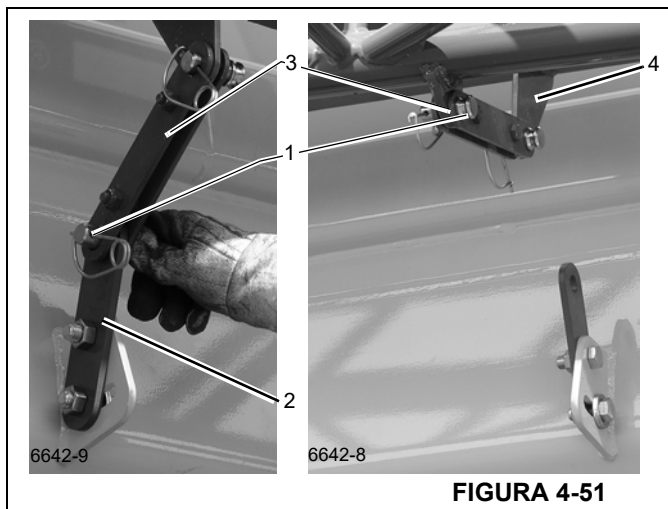

FIGURA 4-51
14. Se a seção de 23 pés (7 m) de duas seções não foi usada, remova o pino (1, Figura 4-51) da barra de travamento da seção da base (2). Mova a barra de travamento (3, Figura 4-51) para a seção de 23 pés (7 m) (4) e instale o pino (1). Fixe com o pino de retenção.